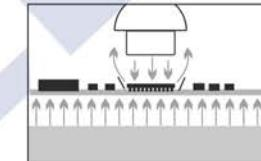

Рисунок 1
4. Нагрев компонентов (верхний нагрев) обычно осуществляется конвективно через сопла термофена с тщательным контролем температуры, что особенно важно для небольших и чувствительных к температуре компонентам (Рис.1)